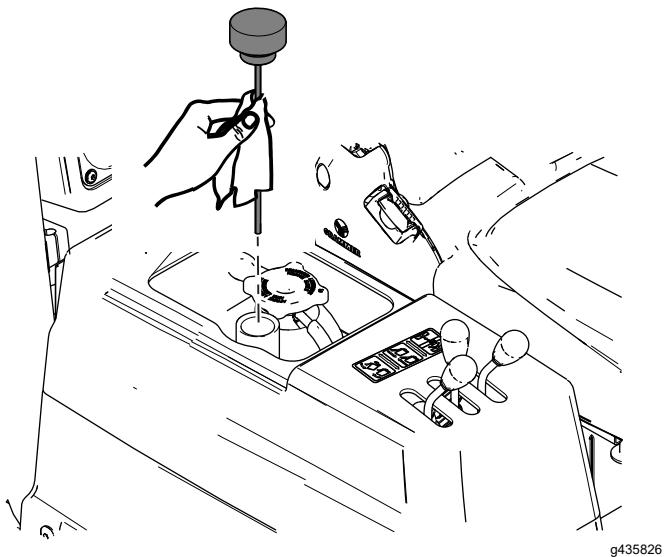

Figura 82
4. Retire la varilla del depósito hidráulico y límpie la varilla con un trapo limpio (Figura 82).